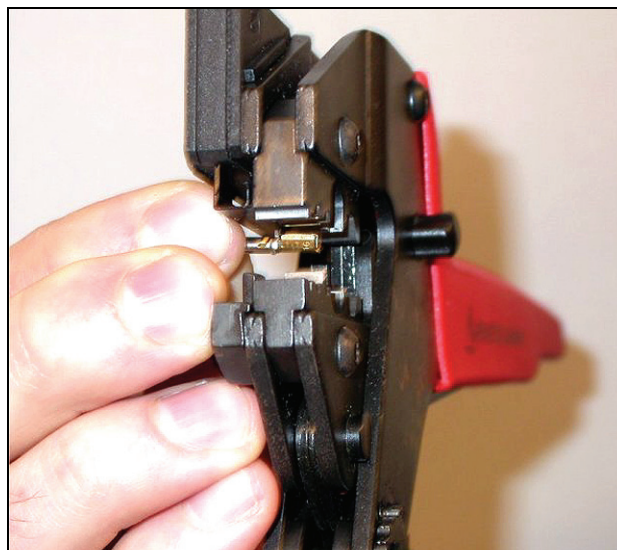
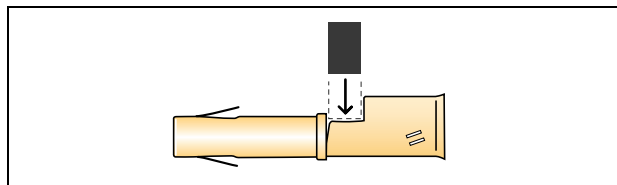

Abb. 29.12: Quetschen eines Buchsenkontakts (1)
Abb. 29.13: Buchsenkontakt platzieren
- 10 Einen Buchsenkontakt in die Crimp-Zange setzen (Werkzeug 3, siehe Abb. 29.12). An der Oberseite der Crimp-Zange ist eine Einkerbung zum Platzieren des Buchsenkontakts (siehe Abb. 29.13).